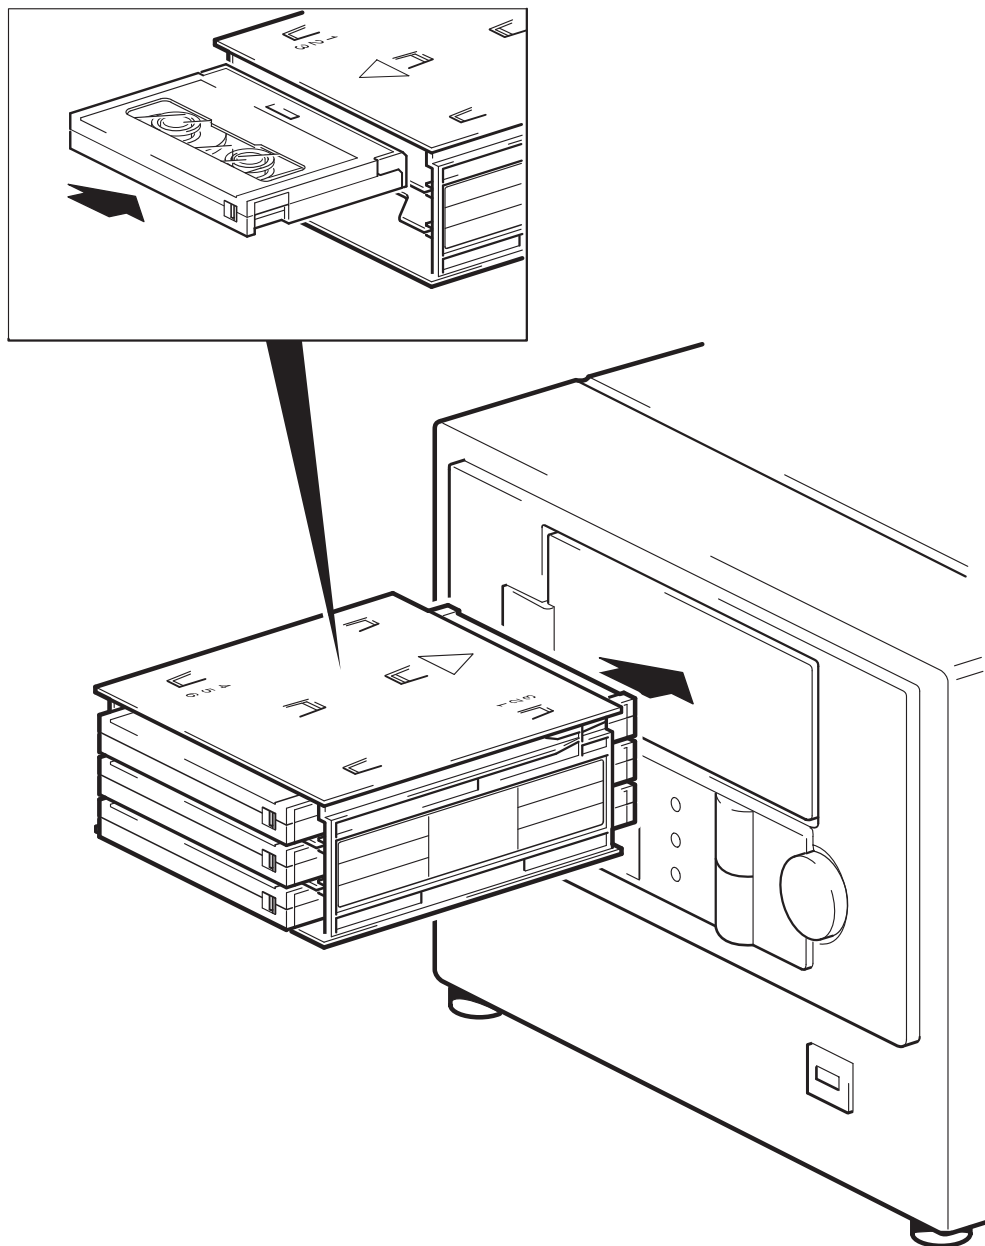

図 8: オートローダのロード
- 2 オートローダ前面のふたからマガジンを挿入します。図 8 で示すように、大きな矢印のある面が上を向いていること、またその矢印がオートローダの方を指していることを確認します。